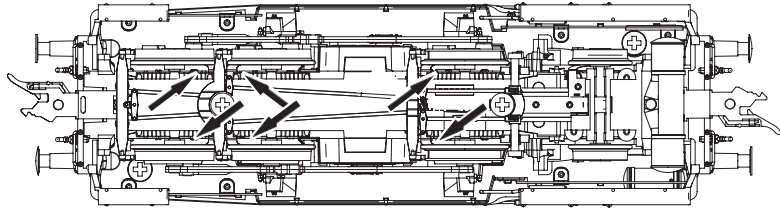

Fig. 6
4. Motorwechsel: Lokgehäuse abnehmen (Fig. 3). Danach wird der Motor ausgebaut (Fig. 6).
4. Motor Changing: First remove loco body (fig. 3), and then the motor (fig. 6).
Les lames de contacts risquent de s'encrasser rapidement sur des voies poussiéreuses. Veuillez **enlever la poussière** aux endroits marqués à la fig. 6 à l'aide d'un petit pinceau souple.